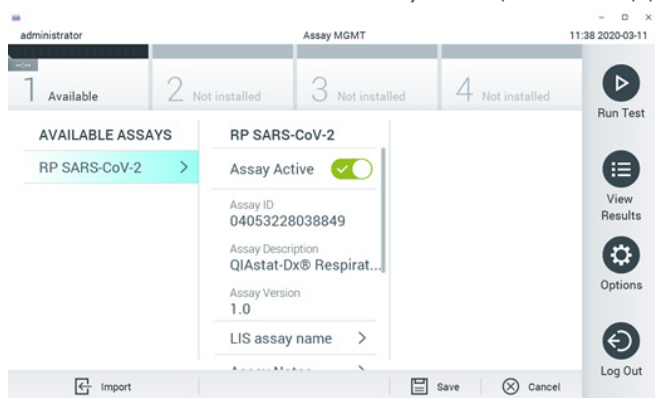

Figura 90. Ativando o ensaio.
7. O ensaio é ativado selecionando Assay Active (Ensaio ativo) (Figura 90).